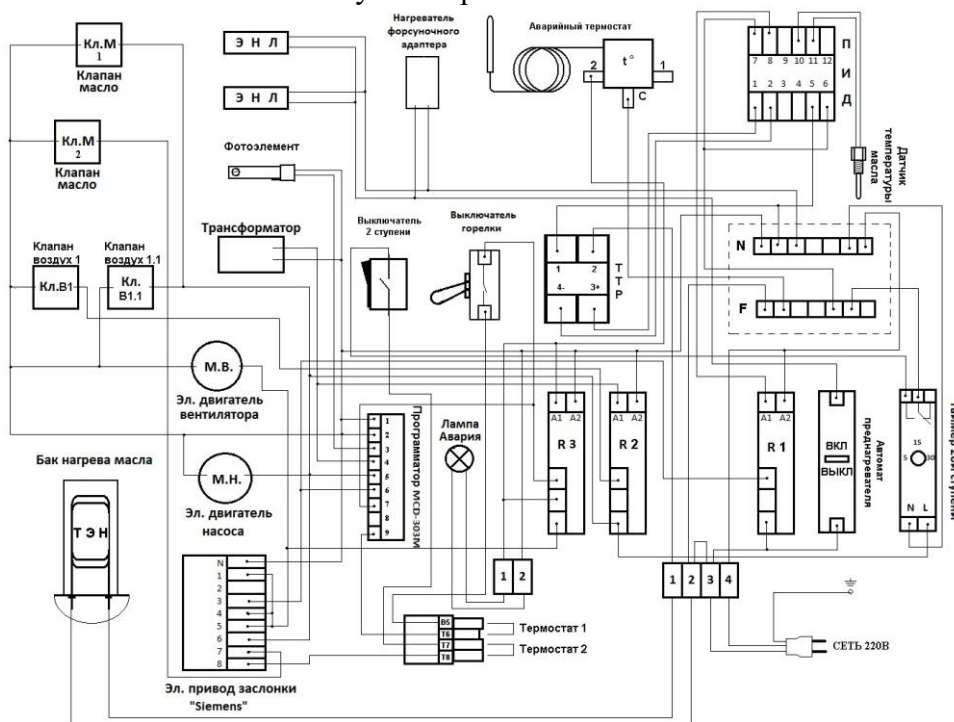

Рис.6.
- произвести коммутацию электрической схемы Горелки AL-15,25,35V(T) и топливного насоса двухжильным проводом сечением не менее 1 мм. На горелке есть вывод подписанный «НАСОС» (Рис.6);
- произвести коммутацию электрической схемы Горелки AL-15,25,35V(T) и теплогенерирующего агрегата, подключив регулирующий термостат температуры котловой воды первой ступени к клеммам горелки подписанным «ТЕРМОСТАТ 1-ая СТУПЕНЬ» и регулирующий
3.5.1. Первый запуск осуществляется после монтажа Горелки на котел (п. 3.2) сборки монтажной схемы (Рис.4) и электрической схемы (Рис.6).